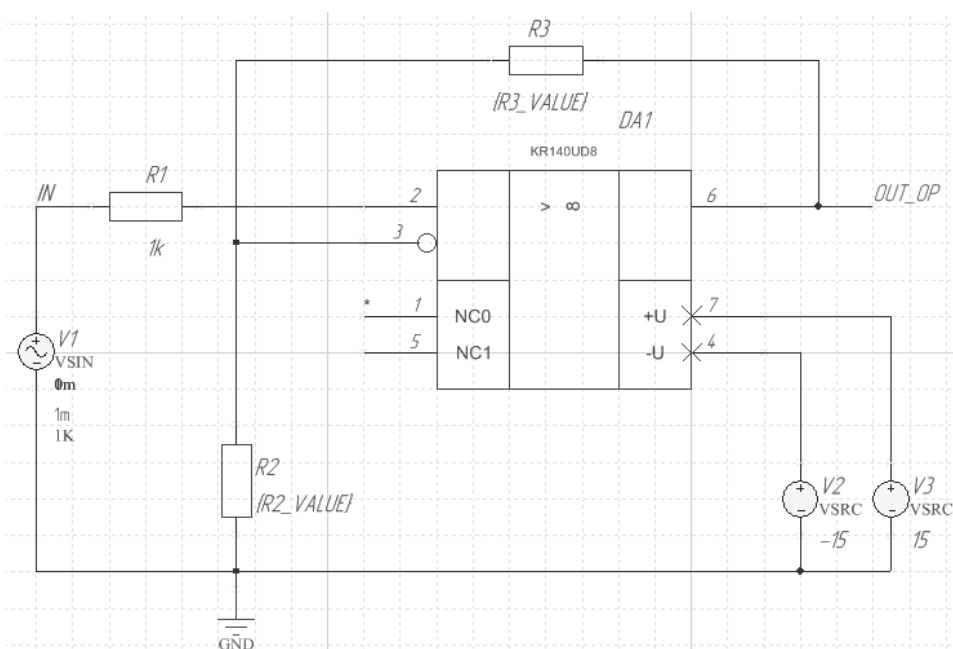

Рис. 8.11. Схема масштабирующего усилителя
Рассмотрим этот вид анализа на примере исследования частотной характеристики масштабирующего каскада, выполненного на основе операционного усилителя, охваченного отрицательной обратной связью (рис. 8.11).
Известно также, что введение отрицательной обратной связи приводит к уменьшению усиления и расширению полосы пропускания усилителя. В нашем примере мы попытаемся показать, как связаны между собой коэффициент усиления и полоса пропускания конфигурации с отрицательной обратной связью, приведенной на рис. 8.11. Для этого проведем анализ частотной характеристики в условиях вариации параметра схемы, определяющего глубину обратной связи, а именно — сопротивления резистора обратной связи  $R_3$ .
В предположении, что операционный усилитель идеален, т. е. имеет коэффициент усиления  $K \rightarrow \infty$ , входное сопротивление  $R_{вх} \rightarrow \infty$  и выходное сопротивление  $R_{вых} \rightarrow 0$ , коэффициент усиления схемы рис. 8.11 составляет:
1. В активном схемном документе Op\_AMP\_AC.SchDoc (см. рис. 8.11) выбрать курсором источник входного сигнала V1, после чего двойным щелчком левой кнопкой мыши вызвать диалоговое окно настройки параметров компонента и установить значение амплитуды входного сигнала, используемого в режиме анализа частотной характеристики **AC Magnitude**, — 10m (10 мВ).
Зададимся целью построить для схемы, приведенной на рис. 8.11, семейство частотных характеристик в диапазоне изменения коэффициента усиления от 2 (при равенстве сопротивлений  $R_2 = R_3 = 1$  кОм) до 10 000 (при  $R_3 = 10$  МОм). Частотные характеристики цепей, заданные таким образом, обычно строятся с градуировкой оси ординат в децибелах и в логарифмическом масштабе по оси частот. Для того чтобы при градуировке оси ординат в децибелах получить равномерное распределение графиков по вертикали, следует задать изменение сопротивления резистора  $R_3$  в геометрической прогрессии.
Рассмотрим процедуру настроек параметрического анализа применительно к исследованию схемы, приведенной на рис. 8.11.